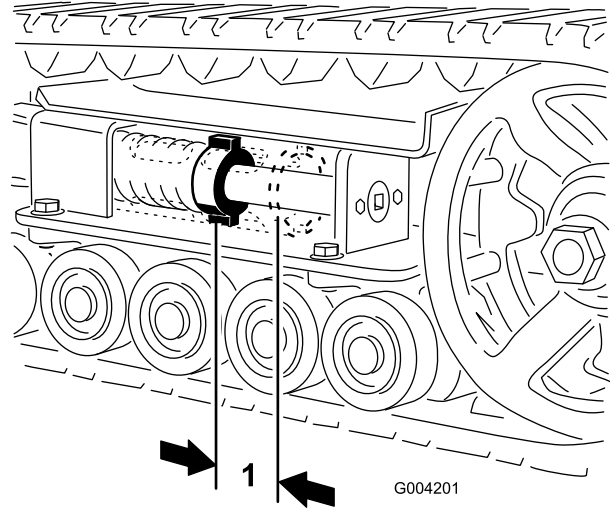
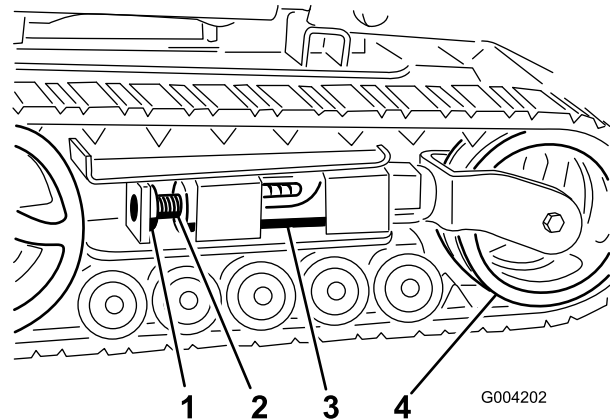
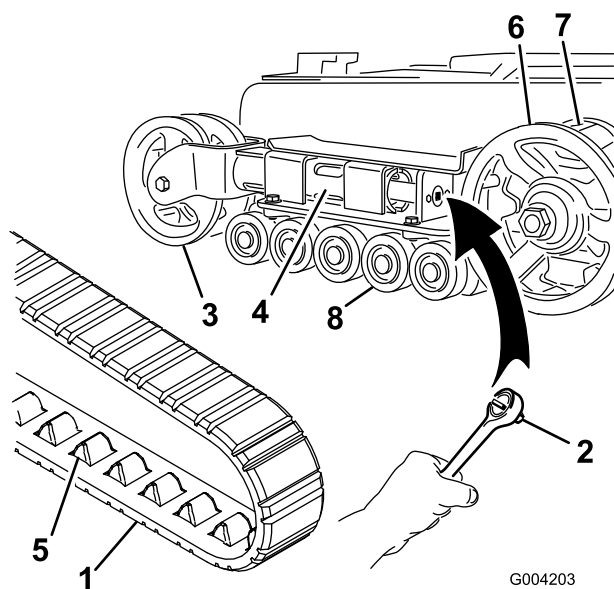
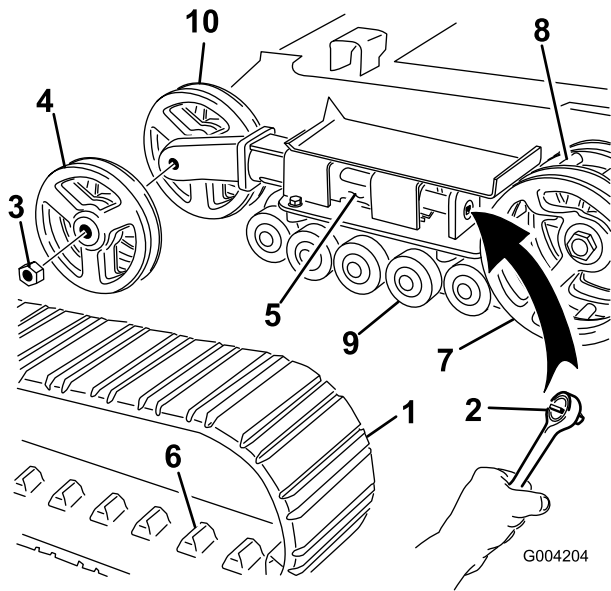

Figura 44
Figura 45
Figura 46
Figura 47
Controllare e regolare la tensione dei cingoli dopo le prime 50 ore di servizio, dopodiché ogni 100 ore di servizio. Deve esserci uno spazio di 7 cm tra il dado di tensionamento e la parte posteriore del tubo di tensionamento (Figura 44).
3. Togliere il bullone di bloccaggio e il dado (Figura 45).
4. Utilizzando una chiave a tubo da 1/2 pollice (Figura 46), girare la vite di tensione in senso antiorario fino a portare la distanza tra il dado di tensione e la parte posteriore del tubo di tensione (Figura 44) a 7 cm.
fissare la vite con il bullone di bloccaggio e il dado (Figura 45).
4. Utilizzando una chiave a tubo da 1/2 pollice, scaricare la tensione girando la vite di tensione in senso orario (Figura 45 e Figura 46).
5. Spingere la ruota di tensione verso il retro dell'unità in modo da spostare il tubo della forcella contro il telaio (Figura 46) (se non riesce a toccare il telaio, continuare a girare la vite di tensione fino ad ottenere il contatto).
7. Dopo avere liberato il cingolo dalla ruota di tensione, toglierlo dalla ruota conduttrice e dalle ruote non motrici (Figura 46).
8. Avvolgere il nuovo cingolo iniziando dalla ruota conduttrice e controllando che i denti del cingolo si alloggino tra i distanziali della ruota stessa (Figura 46).
9. Spingere il cingolo sotto e tra le ruote non motrici (Figura 46).
11. Girare la vite di tensione in senso antiorario fino a portare la distanza tra il dado di tensione e la parte posteriore del tubo di tensione (Figura 44) a 7 cm.
4. Utilizzando una chiave a tubo da 1/2 pollice, scaricare la tensione girando la vite di tensione in senso orario (Figura 45 e Figura 47).
5. Spingere la ruota di tensione verso il retro dell'unità in modo da spostare il tubo di tensione contro il telaio (Figura 47) (se non riesce a toccare il telaio, continuare a girare la vite di tensione fino ad ottenere il contatto).
6. Togliere il dado di fissaggio della ruota di tensione esterna e rimuovere la ruota (Figura 47).
7. Togliere il cingolo (Figura 47).
8. Togliere il dado di fissaggio della ruota di tensione interna e rimuovere la ruota (Figura 47).
12. Montare la ruota di tensione interna e fissarla con il dado tolto in precedenza (Figura 47).
distanziali al centro della ruota conduttrice (Figura 47).
15. Montare la ruota di tensione esterna e fissarla con il dado tolto in precedenza (Figura 47).
17. Girare la vite di tensione in senso antiorario fino a portare la distanza tra il dado di tensione e la parte posteriore del tubo di tensione (Figura 44) a 7 cm.